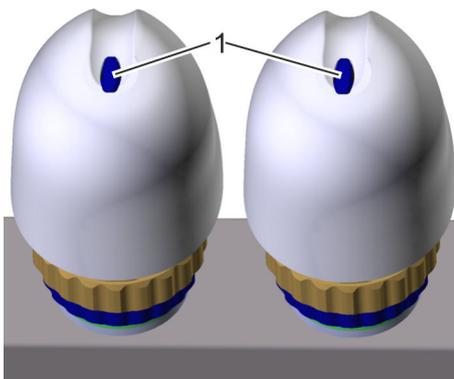

Abb. 69: Positionsanzeige Stellantriebe
- ⇒ Die Positionsanzeigen der Stellantriebe (Abb. 69/1) fahren aus.